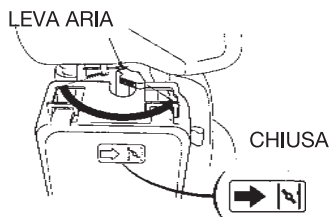

Fig. 5
2. Per avviare il motore a freddo, portare la leva della valvola aria in posizione chiusa. (Fig. 5)